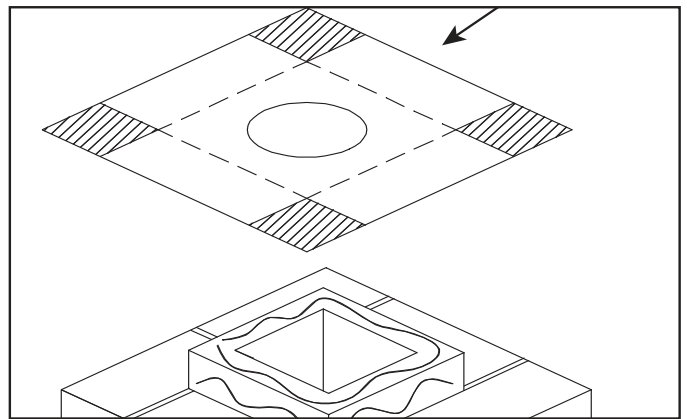

Figure 4.24
3. Fixez le solin en tôle galvanisée en haut de la cheminée en maçonnerie au moyen d'un boudin de colle qui ne durcit pas pour le rendre étanche. Si le solin est plus grand que le haut de la cheminée, faites des entailles et repliez-le selon les besoins pour l'adapter à la cheminée. Voir la Figure 4.24.